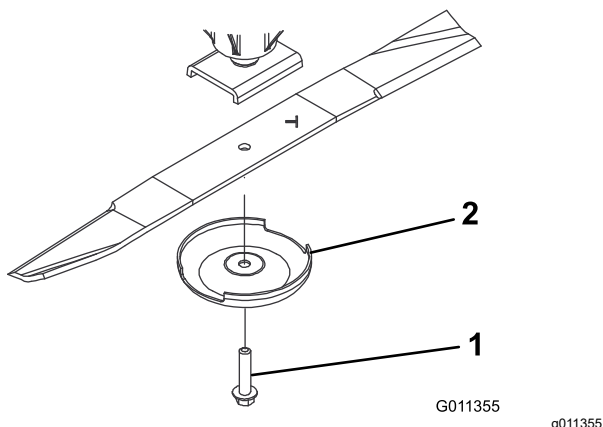

図 75
- スピンドルのシャフトからブレードボルト、芝削り防止カップ、ブレードを取り外す図75。